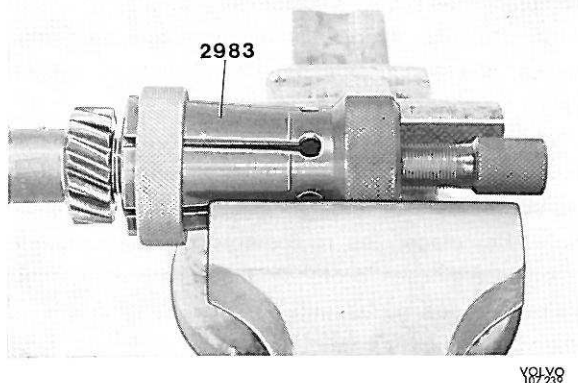

Figure 16. Démontage de bague intérieure de roulement arrière
10. Déposer l'arbre intermédiaire. Extraire la bague extérieure du roulement avant de l'arbre intermédiaire en se servant du mandrin 2413. Extraire les bagues intérieures des roulements d'arbre secondaire en se servant de l'extracteur 2983 pour le roulement arrière (voir figure 16) et de l'extracteur 2988 pour le roulement avant.